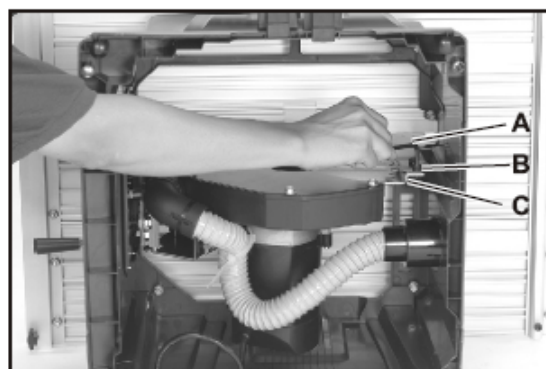
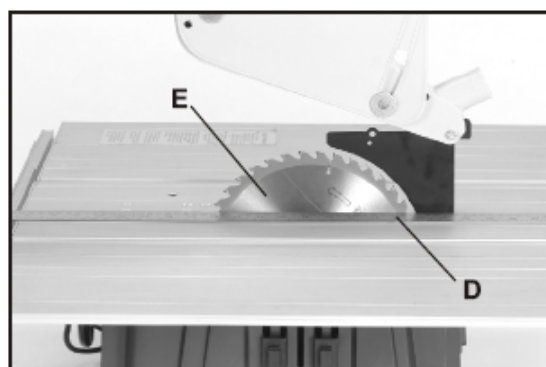

Fig 4.
Fig 5.
4. Befestigen Sie das Abspaltzubehör (A), Abb. 4, mit zwei Schrauben, federnden Unterlegscheiben, flachen Unterlegscheiben (B) am Hebel (C). Ziehen Sie die Schrauben noch nicht fest an.
5. Prüfen Sie mit Hilfe einer geraden Kante (D), Abb. 5, oder mit Ihren Augen, ob das Abspaltzubehör richtig mit dem Sägeblatt (E) ausgerichtet ist. Ist eine Nachjustierung erforderlich, schieben Sie das Abspaltzubehör nach rechts oder links, bis die gewünschte Justierung erreicht ist. Ziehen Sie dann die Schraube (B), wie in Abb. 4 dargestellt ist, fest an.